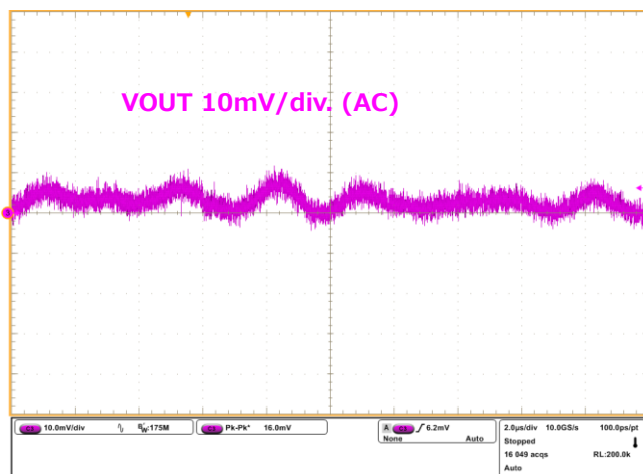
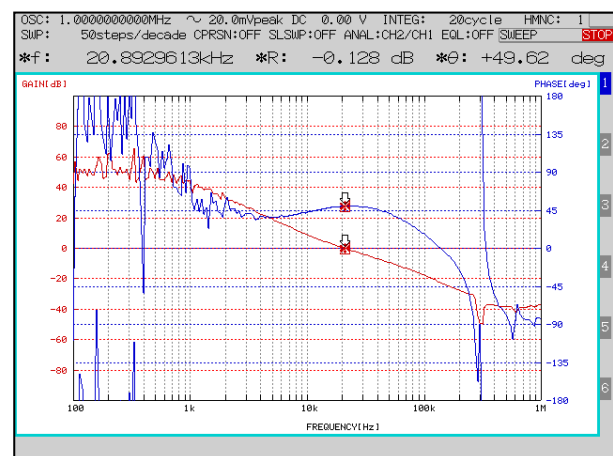

Figure 12. 出力リップル電圧
Figure 15. 周波数特性
p.6 Figure 12、13 を更新、Figure 15 を追加